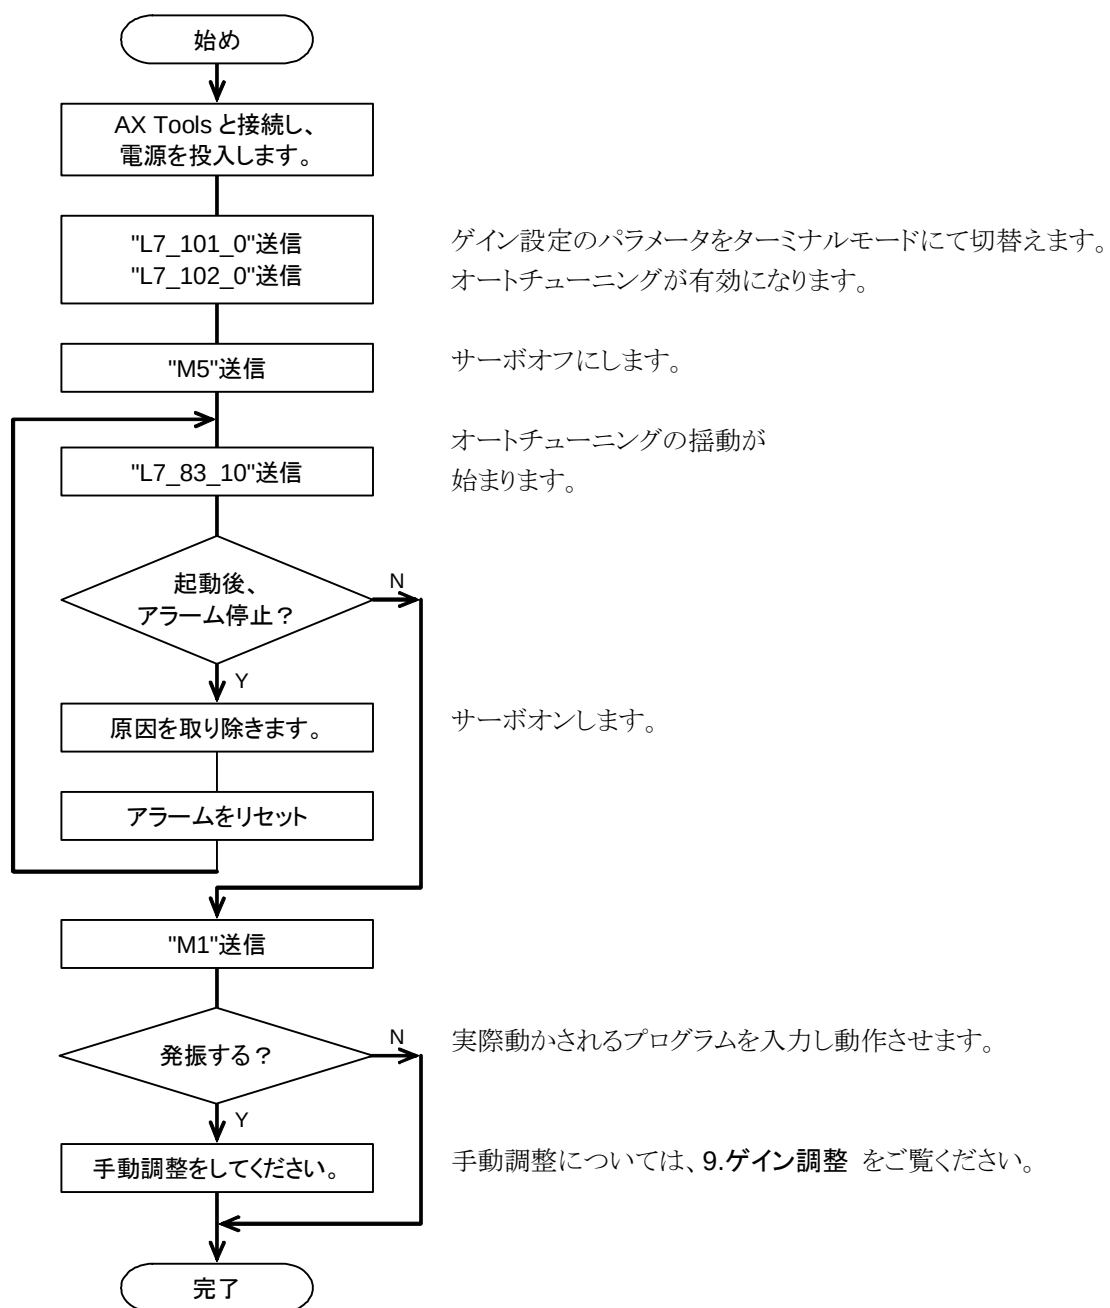

図 4.4 オートチューニングフローチャート
5) 図 4.4 のフローチャートに従ってオートチューニングの操作を行います。
① サーボオフにします。(M5 送信)
② オートチューニングを始めます。(L7_83_10 送信)